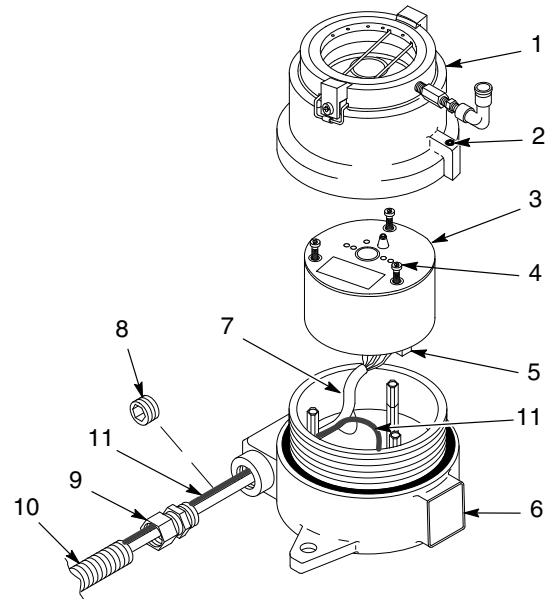

Figura 5 Ligações eléctricas da cabeça do detector
1. Consulte a figura 5. Desaperte os parafusos de fixação (2) do alojamento superior (1). Desaparafuse o alojamento superior do inferior (6).
2. Desaperte os três parafusos (4) no topo do módulo de microprocessador/sensor (3). Retire o módulo para fora do alojamento inferior. Mantenha a lente do sensor limpa.
3. Retire um dos bujões (8) do alojamento inferior e instale uma união (9) de conduta estanque aos líquidos na conexão aberta.
4. Puxe o cabo (7) e o fio de ligação à terra (11) através da conduta (10) e depois ligue a conduta (10) à união.